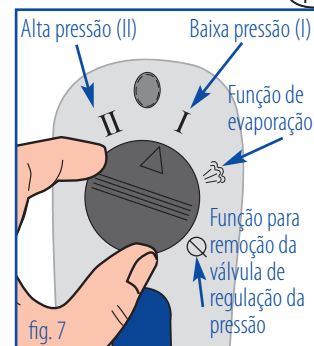

fig. 7
Ajuste a pressão desejada na válvula de regulação da pressão (pressione a válvula de regulação da pressão para baixo para ajustar). O símbolo triangular na válvula de regulação da pressão deve apontar para o símbolo correspondente: alta pressão (II), baixa pressão (I) (consulte a fig.7)
Para tal, rode o símbolo triangular na válvula de regulação da pressão, lentamente, para a posição  (fig.7) e aguarde até que deixe de sair vapor.
Para limpar a junta de silicone, remova a válvula de regulação da pressão. Para tal, coloque o símbolo triangular da válvula de regulação da pressão no símbolo Ø (consulte a fig. 7, página 77). A válvula pode ser removida para cima.